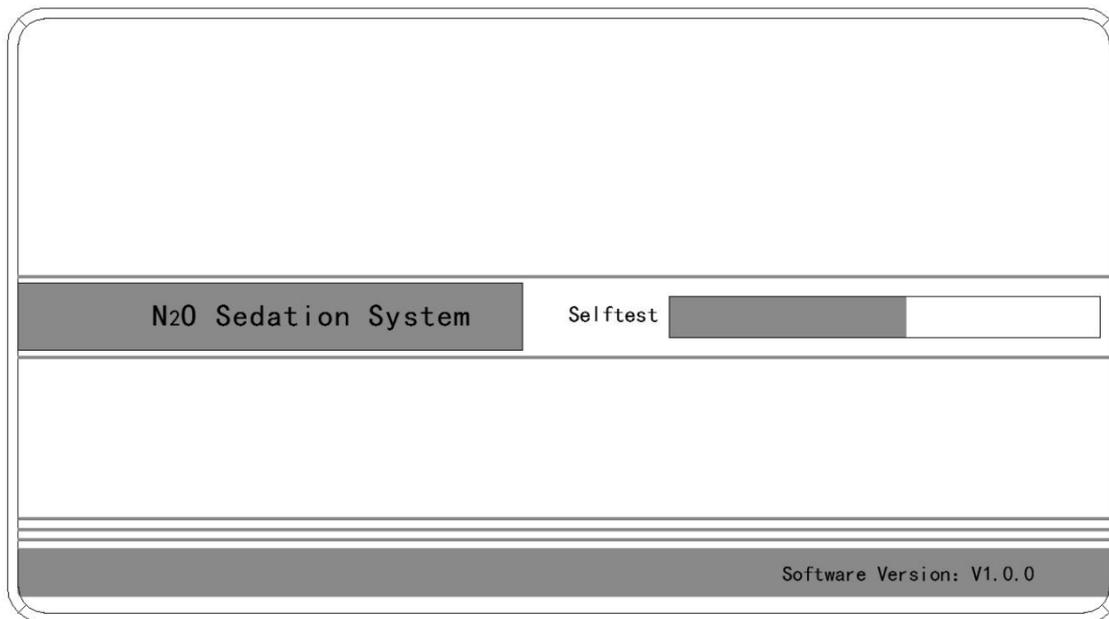

Рис. 16 Панель самотестирования
- Нажмите выключатель питания (п. 2 на Рис. 7), после чего аппарат перейдет в режим самотестирования (см. Рис. 16).